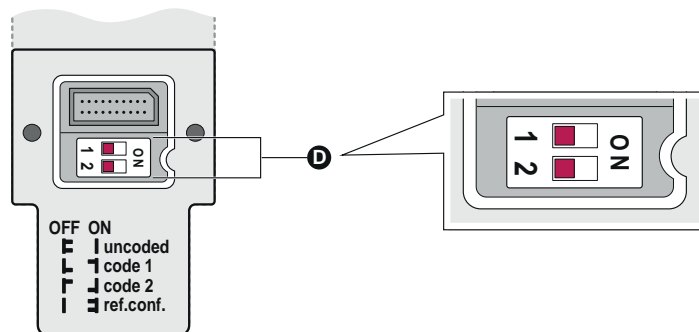

Рисунок 49: Сброс на заводские настройки
3. Для сброса блокировки повторного запуска, контроля внешних устройств (EDM) и каскадного подключения, установить DIP-переключатели 1 и 2 (серия D) в положение Вкл (ON), см. рисунок 49.